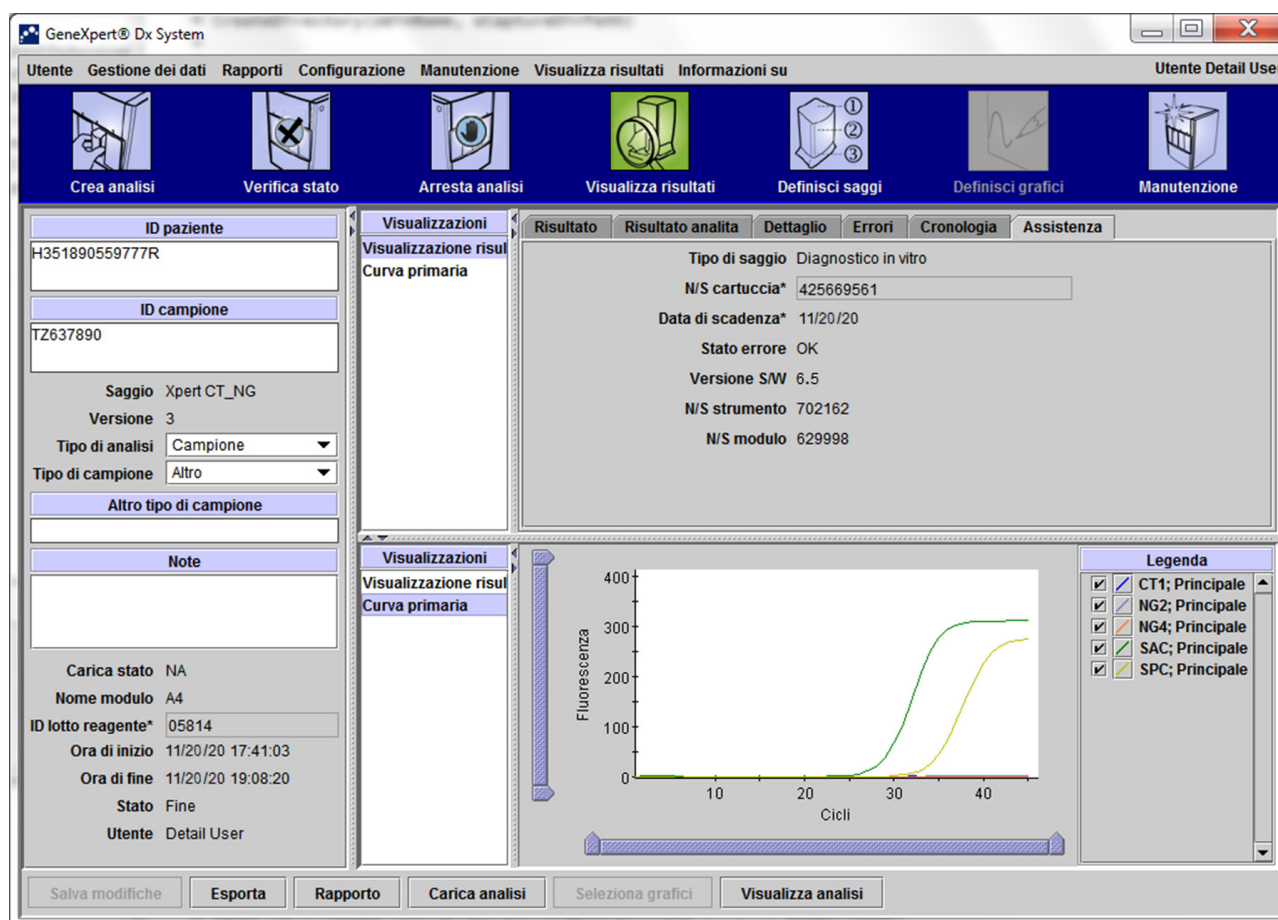

Figura 5-46. Finestra GeneXpert Dx—Visualizza risultati, scheda Assistenza con vista degli utenti avanzati e dell'amministratore
Per ciascun test è possibile modificare le informazioni nei campi ID paziente e ID 2 del paziente (se sono abilitati), ID campione, Tipo di analisi, Tipo di campione, Altro tipo di campione e Note. A tale scopo, nella finestra **Visualizza risultati** (vedere la Figura 5-46), modificare i campi ID campione, Tipo di analisi, Tipo di campione, Altro tipo di campione e Note (vedere la Figura 5-46). Gli ID dei campioni non possono contenere i seguenti caratteri: | @ ^ ~ & / : * ? " < > ' & % ! ; () -.
1. Nella finestra **GeneXpert Dx System**, fare clic su **Visualizza risultati** nella barra dei menu. Viene visualizzata la scheda **Risultato**. Vedere la Figura 5-46.